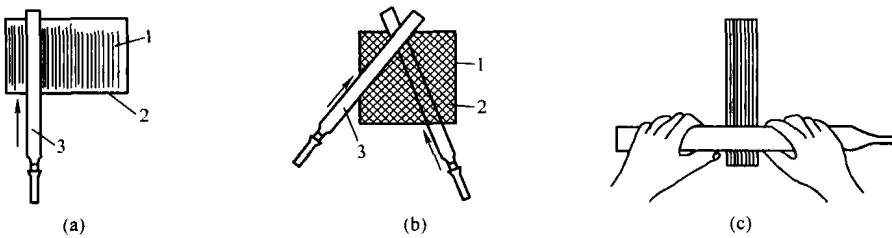

图 1-7 平面锉削的三种方法
(1) 平面锉削法。平面锉削有三种方法，如图 1-7 所示。